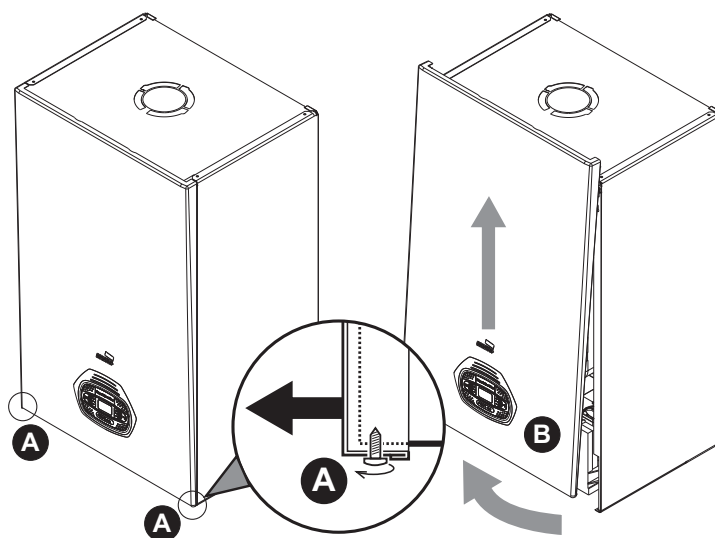

fig. 33 - Apertura pannello frontale
1. Desenrosque parcialmente los tornillos **A** (vedi fig. 33).